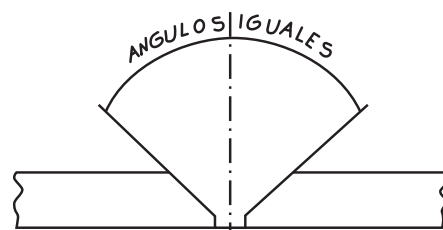

Figura 1
- El chaflán debe tener en ambas piezas la misma inclinación (figura 1).